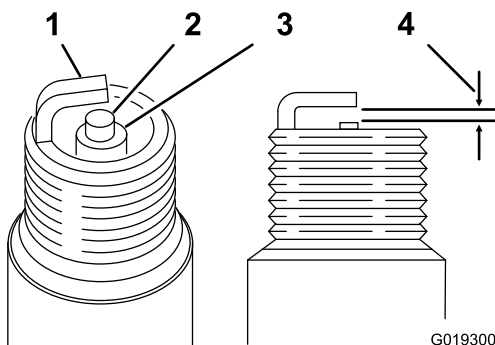

Figure 27
3. Vérifiez que l'écartement des électrodes est correct (Figure 27).